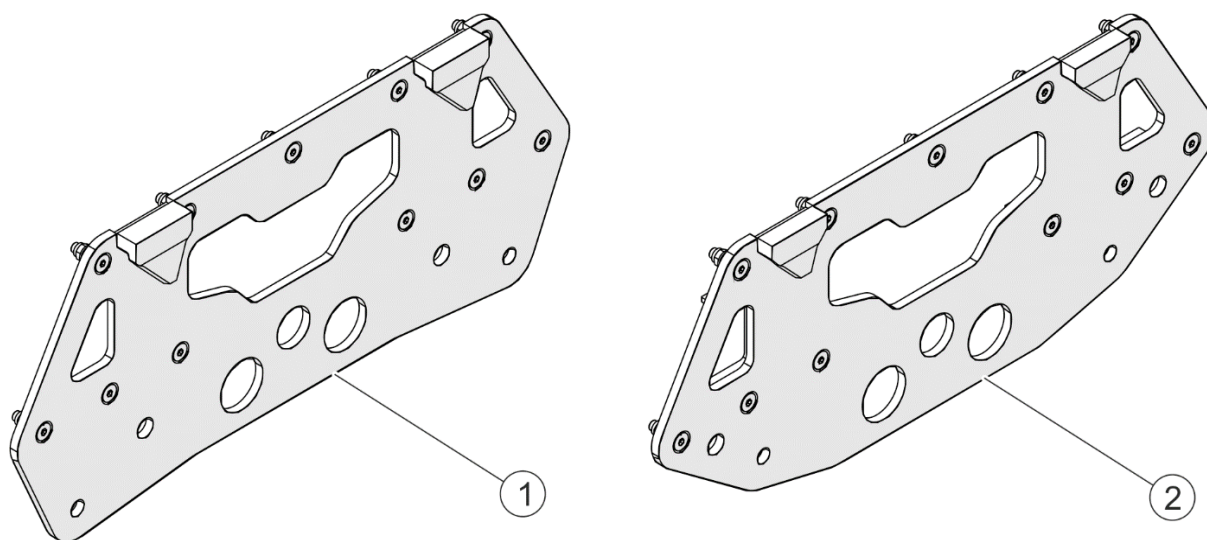

FIGURA 4.1 Plăcile de conexiune ale sistemului de suspensie ale brașului
- Ridicați brațul multifuncțional montat pe suport cu ajutorul stivuitorului și deplasați până la sistemul de suspensie ale suportului de unelte în așa fel, ca cârligele (FIGURA 4.1) plăci de conectare ale sistemului de suspensie a brațului să se afle sub suporturile plăci de conectare ale sistemului de suspensie a suportului de unelte;